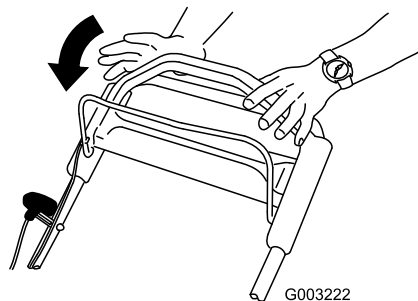

Figura 22
1. Suelte la barra de control de la cuchilla (Figura 22).